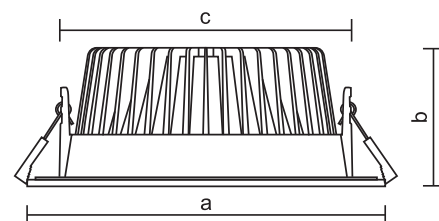

Рисунок 1
- Подготовьте монтажное отверстие на поверхности (см. Рисунок 1 и Таблицу 1);